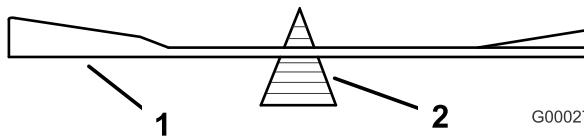
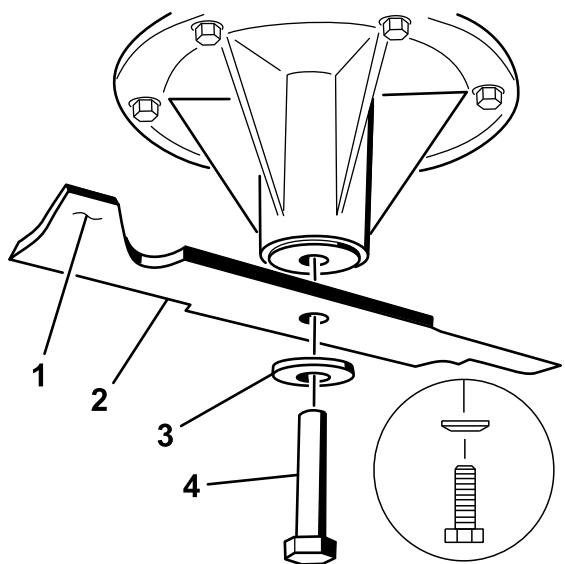

Figura 99
Figura 100
2. Verifique el equilibrio de la cuchilla colocándola sobre un equilibrador de cuchillas (Figura 99). Si la cuchilla se mantiene horizontal, está equilibrada y puede utilizarse. Si la cuchilla no está equilibrada, rebaje algo el metal en la parte de la vela solamente con una lima (Figura 100).
1. Instale la cuchilla en el eje (Figura 100).
2. Instale la arandela elástica y el perno de la cuchilla. El cono de la arandela elástica debe estar orientado hacia la cabeza del perno (Figura 100). Apriete el perno de la cuchilla a 115-150 N·m.